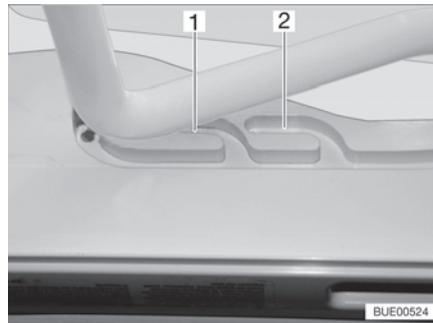

Fig. 31 Glissière (position de ventilation)
Il est possible d'amener le lanterneau Heki en deux positions de ventilation : Position pour mauvais temps (Fig. 31,1) et position intermédiaire (Fig. 31,2). Selon l'équipement, il est possible de verrouiller le lanterneau en position intermédiaire avec les deux verrous (Fig. 32,1) à gauche et à droite du cadre du lanterneau.
- Pousser légèrement l'étrier vers le haut, le pousser dans la glissière choisie (Fig. 31,1 ou 2) et le verrouiller si nécessaire.